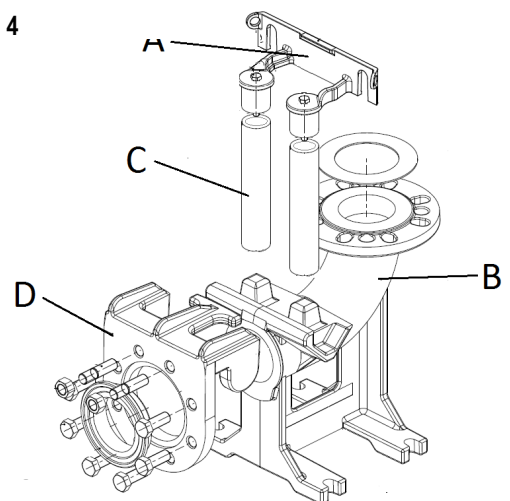

Fig. 5
- Monér låsekonsollen til styrerørene (fig. 5 - pos. A) på kanten af karret.
- Placér støttefoden for automatisk sammenkobling i bunden af brønden (fig. 5 - pos. B), og kontrollér ved hjælp af en lodline, at de koniske fremspring til indkobling af styrerørene er helt vinkelrette i forhold til låsekonsollens fremspring på kanten af karret. Kontrollér nivelleringen ved hjælp af et vaterpas.
- Afmærk kærvehullernes placering i støttefoden, og mål styrerørenes nøjagtige længde (fig. 5 - pos. C).
- Monter specialflangen (fig. 5 - pos. D) med skydemekanisme på pumpens forsyningsstuds, og fastgør wiren eller kæden til håndtaget eller kærvehullet øverst på pumpehuset.